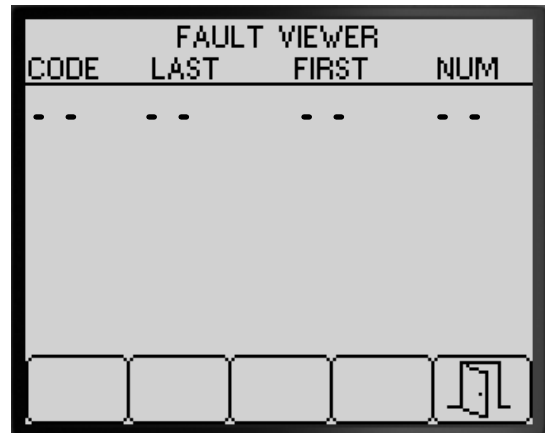

Figura 87
3. Consultate il visualizzatore dei guasti per conoscere i guasti generati dal sistema di irrorazione (Figura 87).
4. Premete il pulsante 5 per uscire dalla schermata FAULT VIEWER e tornare alla schermata DIAGNOSTICA (Figura 87).
4. Premete il pulsante 5 per uscire dalla schermata INFORMAZIONI e tornare alla schermata DIAGNOSTICA (Figura 87).